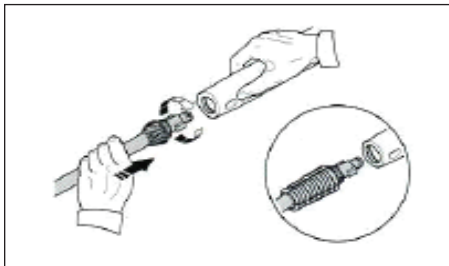

Figure 10 - Attachez la lance au pistolet.
8. Attachez la lance au pistolet (voir la figure 10).